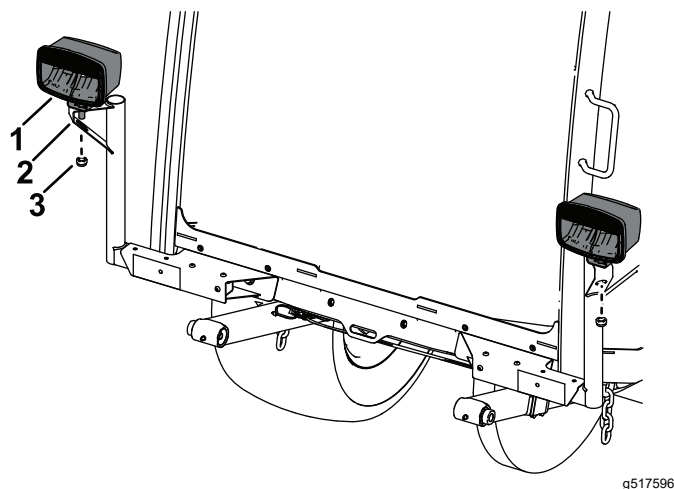

Figura 16
3. Fixai ansamblul luminii din stânga i ansamblul luminii din dreapta pe suportul luminii din stânga i pe suportul luminii din dreapta folosind piulia hexagonală de pe ansamblurile de lumini (Figura 16).